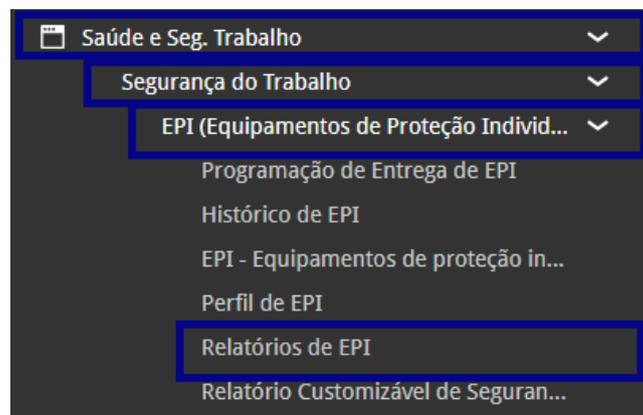

Figura 88: Relatórios de EPI
1. No menu lateral, acesse o caminho (Figura 88): **Saúde e Segurança do Trabalho > Segurança do Trabalho > Relatórios de EPI.**